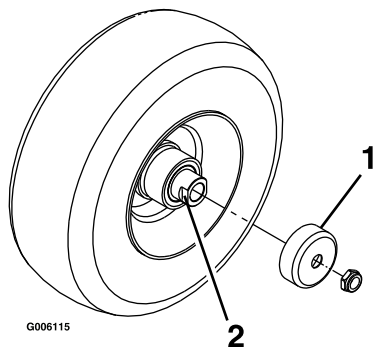

Figura 40
4. Remova os resguardos do vedante do cubo da roda (**Figura 40**).